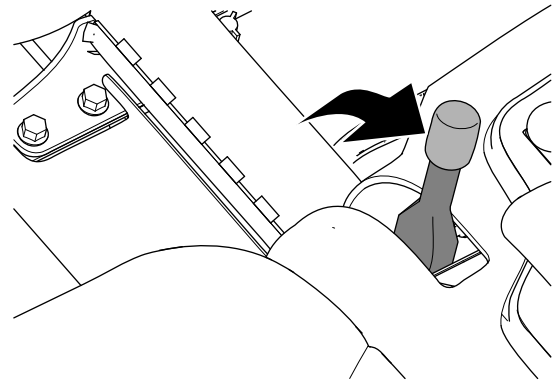

Figura 28
2. Ponga el freno de estacionamiento (Figura 28).